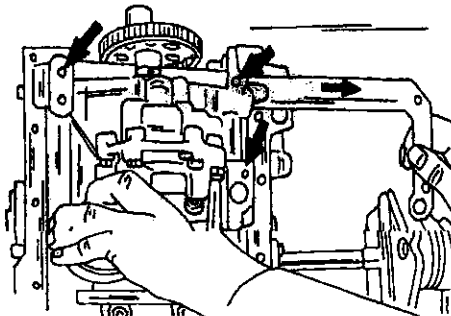

Рис. 342. Снятие масляного насоса. Вытащить распорную плату указанным способом. Стрелками указаны болты насоса.
- После отворачивания болтов (2) и (3) на рисунке 340 снять натяжной ролик (4). Пружина расположена с внутренней стороны несущей скобы двигателя. Для удержания пружины и толкателя в их положении в мастерской пользуются специальным инструментом. Поэтому при снятии скобы действовать осторожно.
- Отвернуть два болта (1) на рисунке 341 и снять расположенный в середине натяжной ролик.
- С нижней стороны двигателя отвернуть три болта крепления масляного насоса. Вытащить в бок распорную плату (Рис. 342), вывести приводную цепь из зацепления со звездочкой масляного насоса и снять масляный насос. На рисунке 343 показано, как снимается масляный насос при одновременном отсоединении цепи.